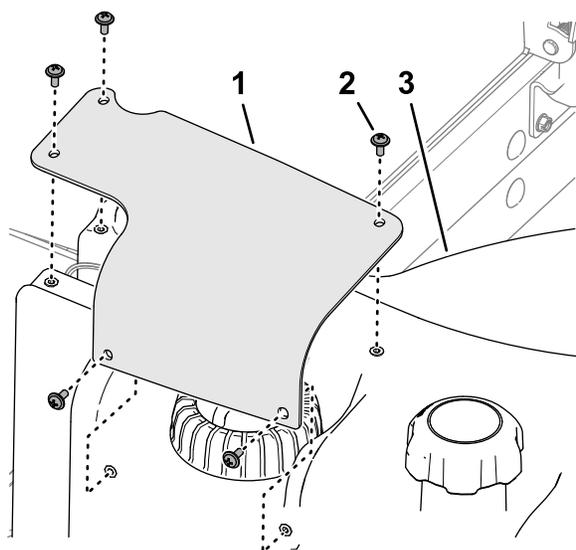

Figura 130
7. Allineate i fori nel coperchio del trasmettitore di livello carburante con i fori nel serbatoio del carburante e fissate il coperchio al serbatoio con le 5 viti Phillips (Figura 130).